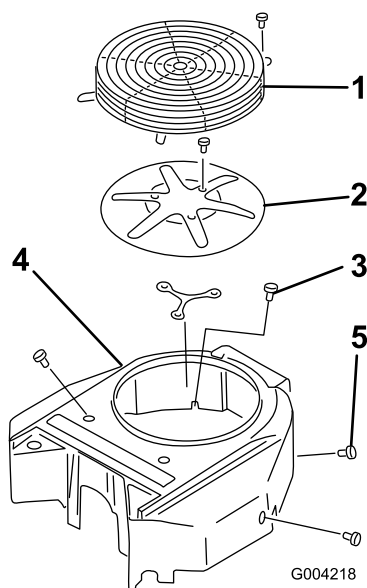

Bild 66
Entfernen Sie Schnittgut, Schmutz und andere Fremdkörper vor jedem Einsatz der Maschine vom Luftansauggitter des Motors. So gewährleisten Sie eine ausreichende Kühlung sowie die korrekte Motordrehzahl und reduzieren die Gefahr einer Überhitzung und mechanischer Motorschäden (Bild 66).
3. Entfernen Sie das Luftansauggitter, den Rücklaufstarter und das Lüftergehäuse (Bild 66).
5. Montieren Sie das Luftansauggitter, den Rücklaufstarter und das Lüftergehäuse (Bild 66).